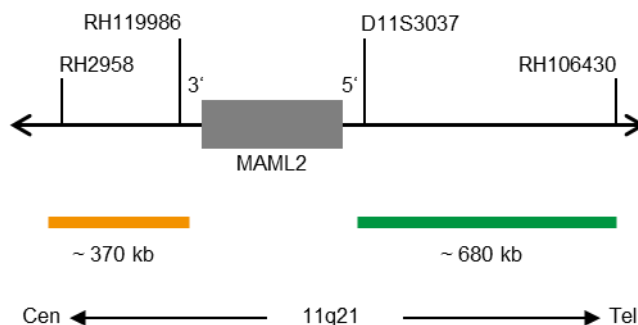

Fig. 1 : Carte de la sonde SPEC MAML2 (pas à l'échelle)
- Polynucléotides marqués au ZyGreen (excitation 503 nm/émission 528 nm) (~10 ng/ μ l), qui ciblent une séquence de 11q21* (chr11:96,115,829-96,797,136) distale de la région des points de rupture de MAML2 (voir figure 1).
- Polynucléotides marqués au ZyOrange (excitation 547 nm/émission 572 nm) (~4,5 ng/ μ l), qui ciblent une séquence de 11q21* (chr11:95,296,828-95,668,215) proximale de la région des points de rupture de MAML2 (voir figure 1).